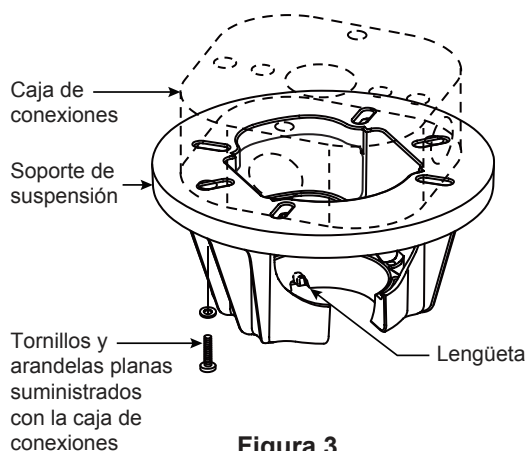

Figura 3
Uso del soporte (Figura 3)
3. Retire el clip de horquilla y pasador de horquilla de la parte inferior de la bola para colgar. Retener el pasador y clip para la reinstalación en el paso 5. (Figura 3)
1. Fije bien el soporte de suspensión a la caja de conexiones con los tornillos y las arandelas planas suministrados con la misma. (Figura 3)
NOTA: Se deben pasar los tornillos de la caja de conexiones a través de los orificios que se encuentran en el soporte de suspensión. (Figura 3)
3. Con cuidado, levante el ventilador y apoye la unidad del barral/de la semiesfera en el soporte de suspensión que acaba de fijar a la caja de conexiones. (Figura 4) Asegúrese de que la ranura en la semiesfera esté alineada con el reborde del soporte de suspensión. (Figura 3)
2. Deslice el receptor en el soporte de suspensión antes de realizar el cableado como se muestra en la figura 3.
3. Fije la tapa de plástico en el motor, que se quedará en su sitio gracias a un imán. (Figura 3)
- 3. Retire la cubierta de la batería del control remoto con un destornillador y conserve el tornillo para luego. (Figura 3)